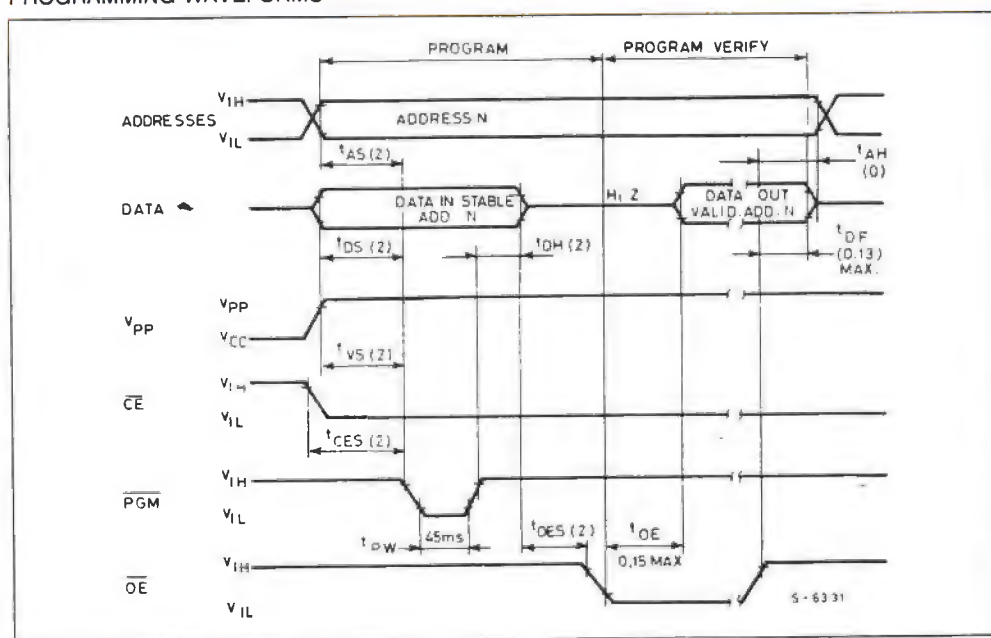

figura 2 - Caratteristiche della EPROM M2764.
2764. Ho scelto questo tipo di memoria per vari motivi, in particolare per il suo costo contenuto, per la facile reperibilità, per la quantità di dati che è in grado di memorizzare ed infine per non complicare troppo il circuito. Nella figura 2 sono visibili le caratteristiche da rispettare.
6) Premendo START avremo: l'abilitazione al 74244 che trasferirà i dati alla EPROM; il pin OE negato a livello alto; il pin Vpp a +21 Volt; l'illuminazione del led rosso (W=write=scrittura); l'innescio del primo monostabile contenuto nel 74123/1 che, dopo un tempo di 50 μ s circa (dal grafico di figura 2 tale tempo è indicato da tDS(2) che deve essere almeno di 2 microsecondi) innescia il secondo monostabile per il tempo di PGM di 45mS.